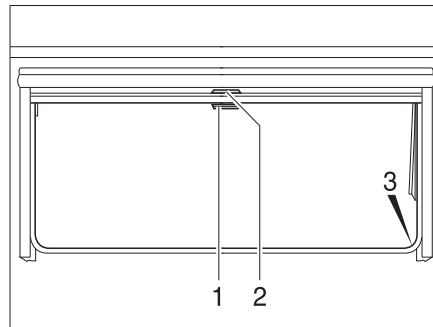

Fig. 55 Ventana abatible
- Tirar del asidero (Fig. 55,2) de la persiana oscurecedora enrollable hacia abajo. Cuando la persiana oscurecedora enrollable se cierre por completo, encajarla en el bloqueo (Fig. 55,3) a ambos lados del marco de la ventana.
- Cuando la persiana oscurecedora enrollable está completamente cerrada: Presionar el tirador (Fig. 55,2) hacia abajo y tirarlo ligeramente hacia dentro. Desenganchar la persiana oscurecedora enrollable de los bloqueos a izquierda y derecha del marco de la ventana.
- Cuando la persiana oscurecedora enrollable se encuentre en una posición intermedia: Tirar ligeramente del asidero (Fig. 55,2) hacia abajo, hasta que se hay soltado el bloqueo.
- Tirar hacia abajo de la mosquitera enrollable (Fig. 55,1) y engancharla en el bloque (Fig. 55,3) a ambos lados del marco de la ventana.
- Presionar el tirador (Fig. 55,1) hacia abajo y tirarlo ligeramente hacia dentro. Desenganchar la mosquitera enrollable de los bloqueos a izquierda y derecha del marco de la ventana.